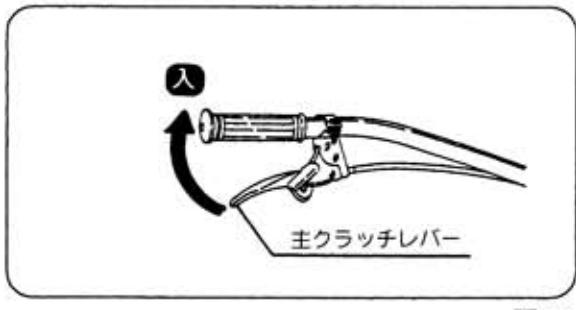

図14
- ②主クラッチレバーを左手でゆっくり握りクラッチが入ります。（図14）